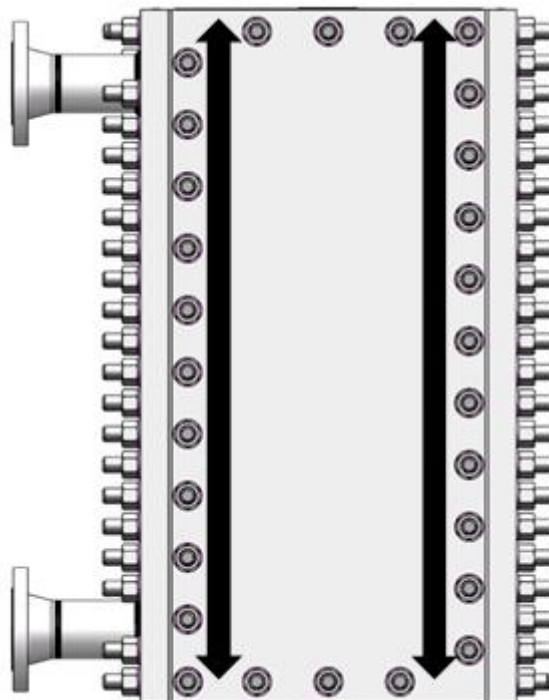

Figure 21
- Pré-serrer tous les écrous avec une clé à chocs de bas en haut et de haut en bas (figure 21).